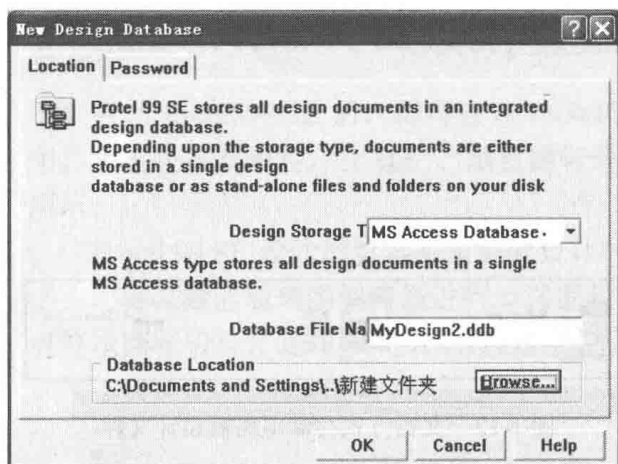

图 1-13 【新建设计数据库】对话框
- [2] 执行菜单命令【File】/【New】，打开【New Design Database】（新建设计数据库）对话框，如图 1-13 所示。